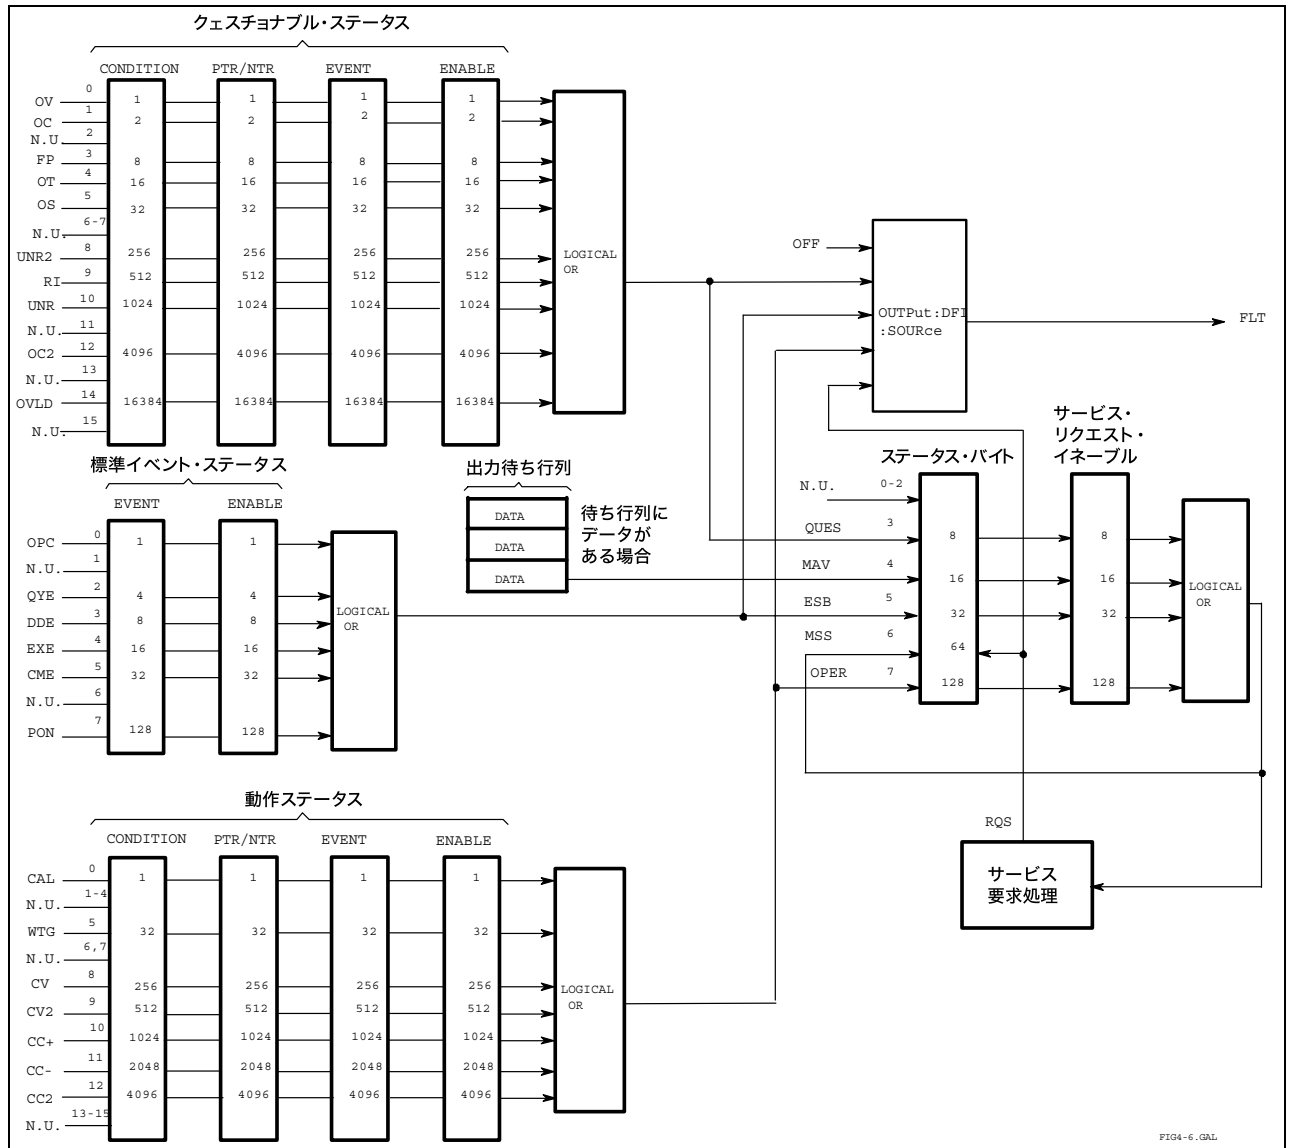

図 7-8. DCソースのステータス・モデル
図7-8に、DCソースのステータス・レジスタの構造を示します。表7-1には、ステータス・ビットの定義が示されています。標準イベント・レジスタ、ステータス・バイト・レジスタ、サービス・リクエスト・イネーブル・レジスタおよび出力待ち行列は、IEEE 488.2 Standard Digital Interface for Programmable Instrumentationの定義に従って、標準のGPIB機能を実行します。動作ステータス・レジスタとクエスチョナブル・ステータス・レジスタは、DCソースに固有の機能を実行します。
クエスチョナブル・ステータス・レジスタは、DCソースの異常動作を示す信号を記録します。図7-8示すように、このグループは、動作ステータス・グループと同じ種類のレジスタから構成されています。クエスチョナブル・ステータス・グループの出力を論理和 (OR) 演算した結果が、ステータス・バイト・レジスタのQUEStionableサマリ・ビット (3) になります。
このグループは、共通コマンドによって設定されるイベント・レジスタとイネーブル・レジスタから構成されます。標準イベント・イベント・レジスタは、測定器の通信ステータスに関連するイベントをラッチします (図7-8を参照)。これは、リード・オンリ・レジスタで、読取りが行われるとクリアされます。標準イベント・イネーブル・レジスタは、動作ステータス・グループやクエスチョナブル・ステータス・グループのイネーブル・レジスタと同じように機能します。
本例では、DCソースがCC（定電流）動作モードに切り替わった時か、DCソースの過電圧回路、過電流回路または過熱回路が作動した時に、常にサービス要求が生成されます。図7-8には、動作ステータス・レジスタのビット10（CC）の条件によってステータス・バイト・レジスタのビット6（RQS）をセットするための経路が示されています。また、ビット0、ビット1、ビット4のクエスチョナブル・ステータス条件によって、ステータス・バイト・レジスタでサービス要求（RQS）を生成するための経路も示されています。レジスタを次のように設定する必要があります。